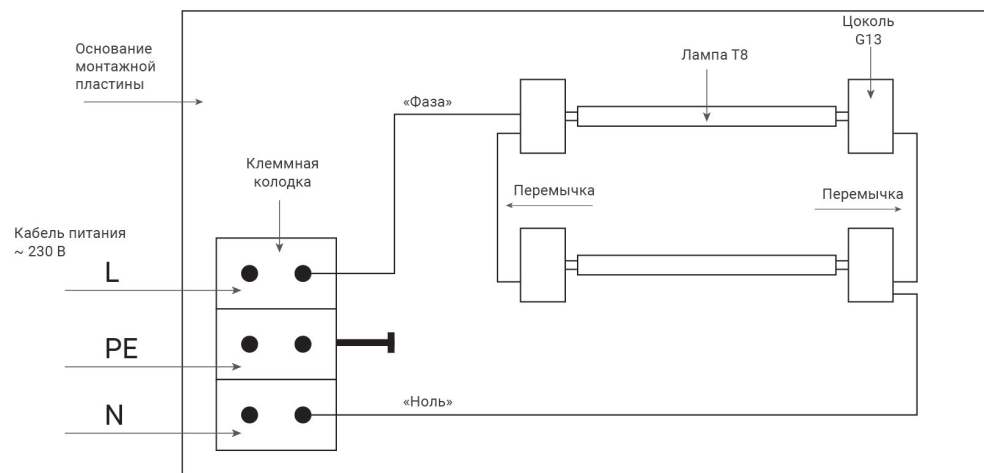
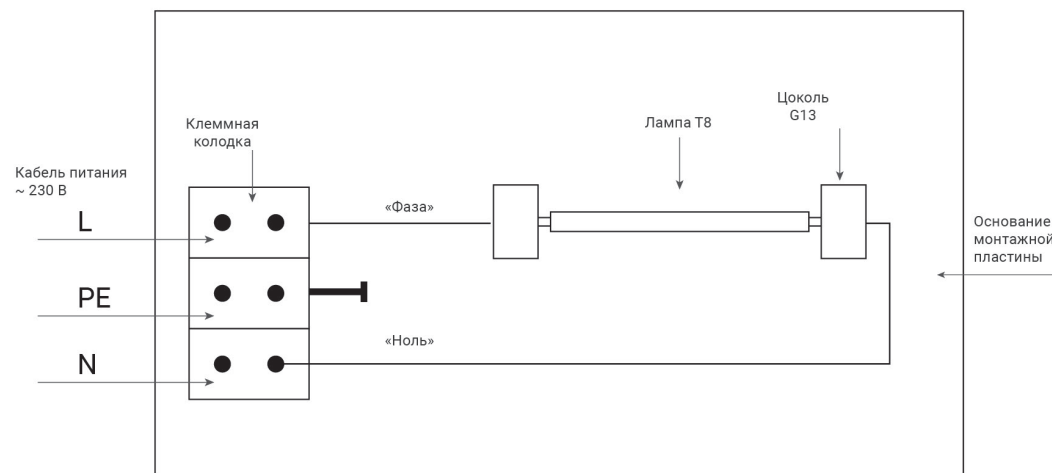

Рис. 1
Рис. 2
4. Используя провод, который входит в комплект, соберите электрическую схему, представленную на рис. 1 (для моделей LF 2×10 W, LF 2×20 W, LF 2×24 W) или рис. 2 (для моделей LF 1×10 W, LF 1×20 W, LF 1×24 W). Нарезку провода произведите с запасом на укладку и подключение, зачистку провода выполните с помощью стрипера или аналогичного оборудования. Длина зачищенной жилы должна быть не более 7 мм. Зачищенный провод вставьте в патрон G13 до упора, после подключения провода проверьте его надежную фиксацию в патроне. Для подключения к клеммному блоку используйте отвертку, зажмите зачищенный провод винтом до упора, проверьте надежность фиксации (фото 4).